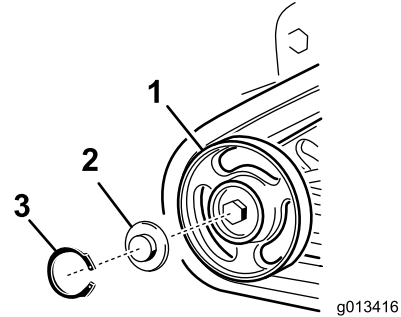

Figura 46
4. Retire la anilla a presión y el tapón de una de las ruedas de rodaje (**Figura 46**).
5. Compruebe la grasa que hay debajo del tapón y alrededor de la junta (**Figura 46**). Si está sucia, tiene arenilla o queda poca grasa, elimine toda la grasa, cambie la junta, y añada grasa nueva.
7. Coloque el tapón engrasado sobre la cabeza del perno (**Figura 46**).
8. Sujete el tapón de la rueda de rodaje con la anilla a presión (**Figura 46**).